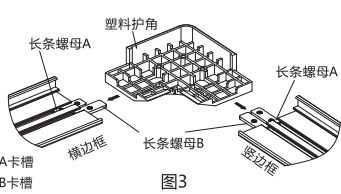
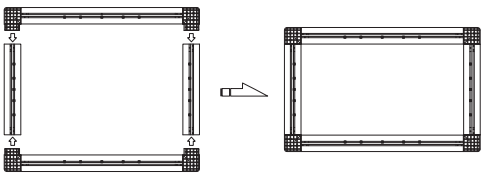

图3
图4
- 运用连接配件把横竖框架连接起来步骤如下：先把长条螺母A、B分别放进对应的边框槽内（见图3），然后分别将塑料护角套入横竖边框至贴平为止；套入循序（见图4）。